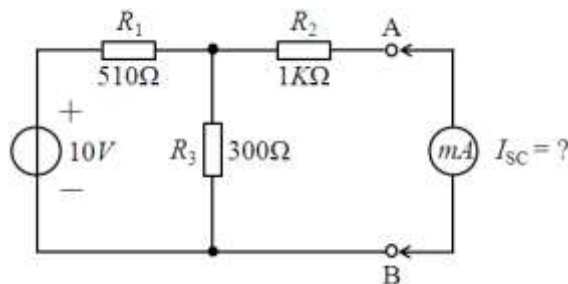

图 2.3
- (1) 测量电路如图 2.3 所示，直流稳压电源电压为 10V。
(2) 用毫安表测量通过含源线性单口网络两个端口 A、B 间的电流，即为短路电流  $I_{SC}$ 。